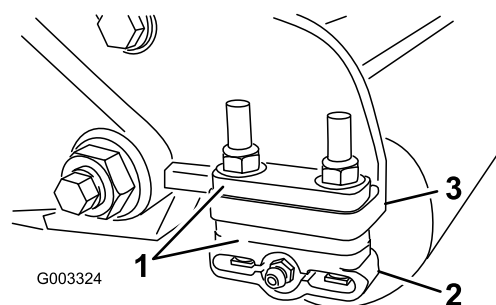

Figura 12
- Reglați consolele rolei posterioare (Figura 12) la intervalul înălțimii de tăiere dorite, poziționând numărul necesar de distanțiere sub flana de montare a plăcii laterale (Figura 12) conform Diagramei cu înălțimile de tăiere.